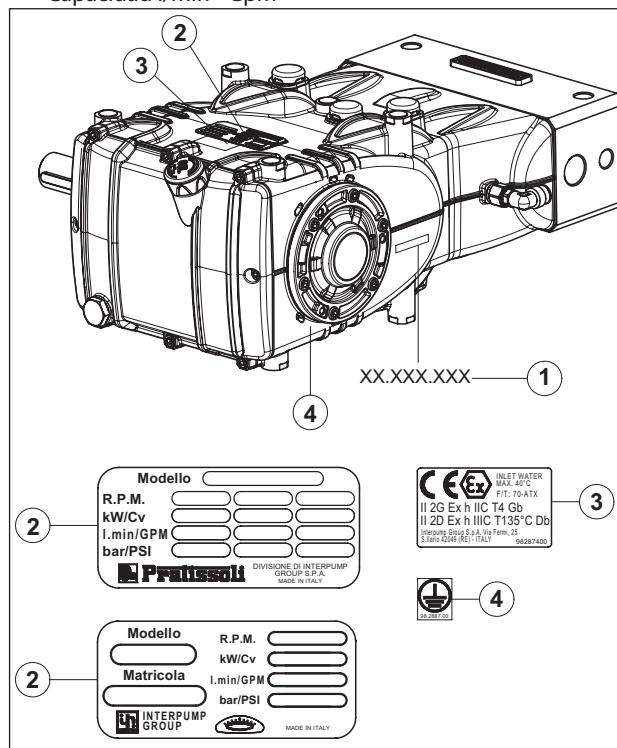

Fig. 1
Todas las bombas Fig. 1 tienen: su propio N.º de serie XX.XXX.XXX, véase la pos. ①, una placa de identificación, véase la pos. ② en la que se indica: